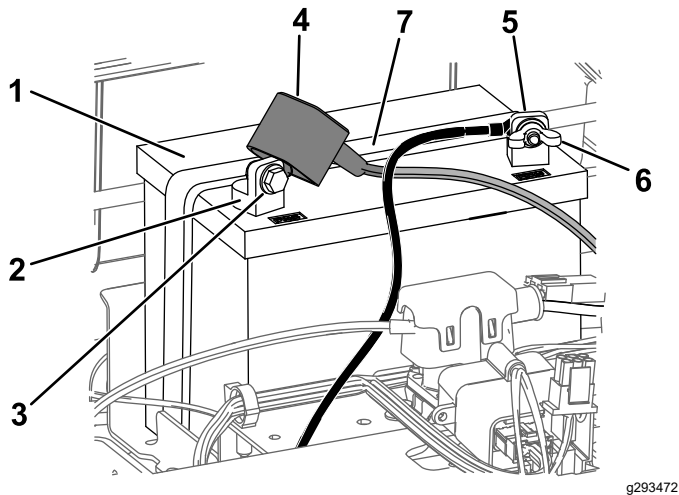

図 43
4. バッテリー端子からマイナスケーブル黒を外す 図 43。